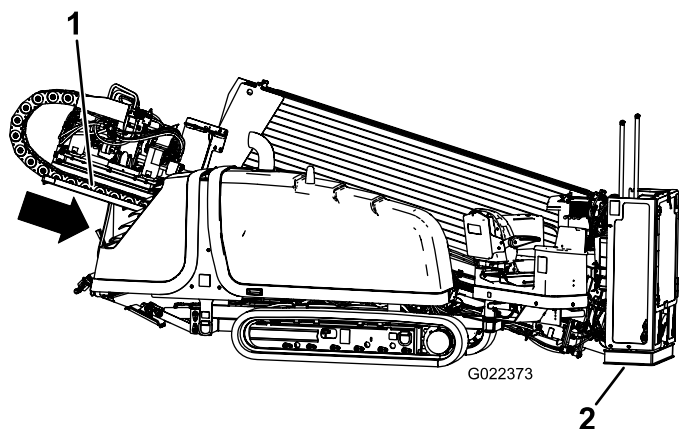

Figura 80
- Baje el bastidor de empuje, inclinando el bastidor de perforación hasta que la chapa toque el suelo (Figura 80).